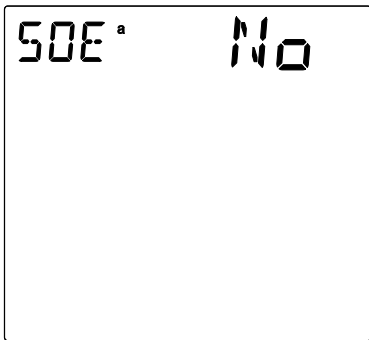
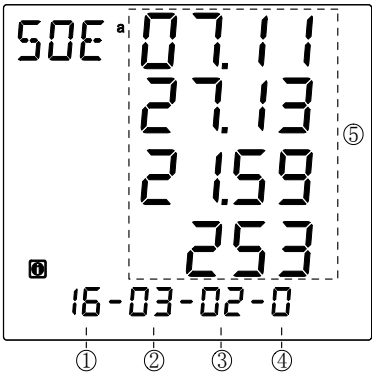

图 3-5-1 无 SOE 记录
图 3-5-2 SOE 记录
如图 3-5-1 所示。进入查询 SOE 模式后，如图 3-5-2：
- ④ 事件的状态。0 代表单点信息状态由合到分；1 代表单点信息状态由分到合。
- ⑤ 表示事件发生的时间。如图 3-5-2，开关量输入 2 由合至分的变位事件发生在 07 年 11 月 27 日 13 时 21 分 59 秒 253 毫秒。